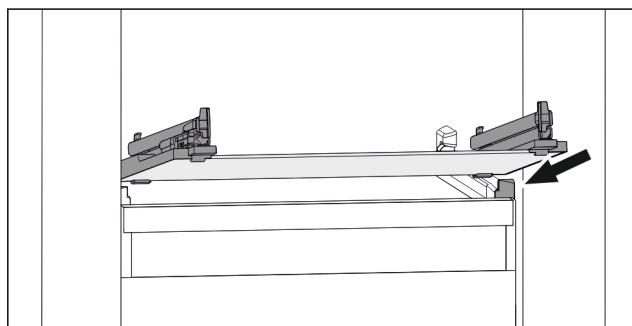

Fig. 168 Примерно изображение на стъклена плоча
- ▶ Поставете стъклена плоча под ъгъл зад ограничителите. (вж. Fig. 168)